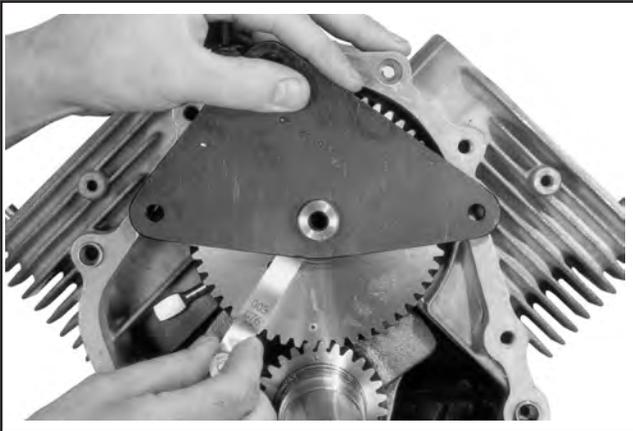

Abbildung 11-14. Überprüfung des Endspiels der Nockenwelle.
2. Das Gerät für die Überprüfung des Endspiels der Nockenwelle auf der Nockenwelle positionieren. Siehe Abbildung 11-14.